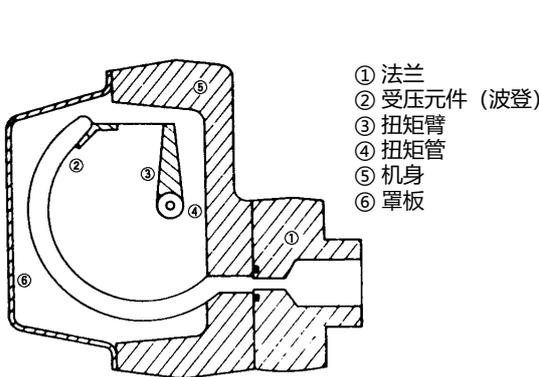
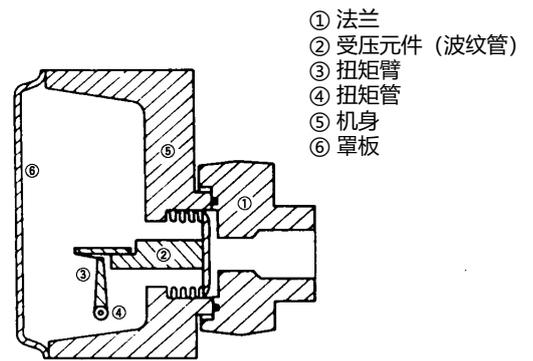

图 . 4 型号 11/12/13/14 仪表本体结构图 (波登元件)
图 . 5 型号 15/16 仪表本体结构图 (波纹管元件)
检测器部分 (仪表本体) 的受压元件包括高 / 中压用的 SUS316 波登管 [图 .4] 及低压用的 SUS316 波纹管 [图 .5、6]。生产工序压力被导入法兰①中, 然后施加于受压元件②, 与压力大小成正比的动作借由皮带传递至扭矩臂。与压力成正比的扭矩通过扭矩管, 传递至变送部的输入横梁。